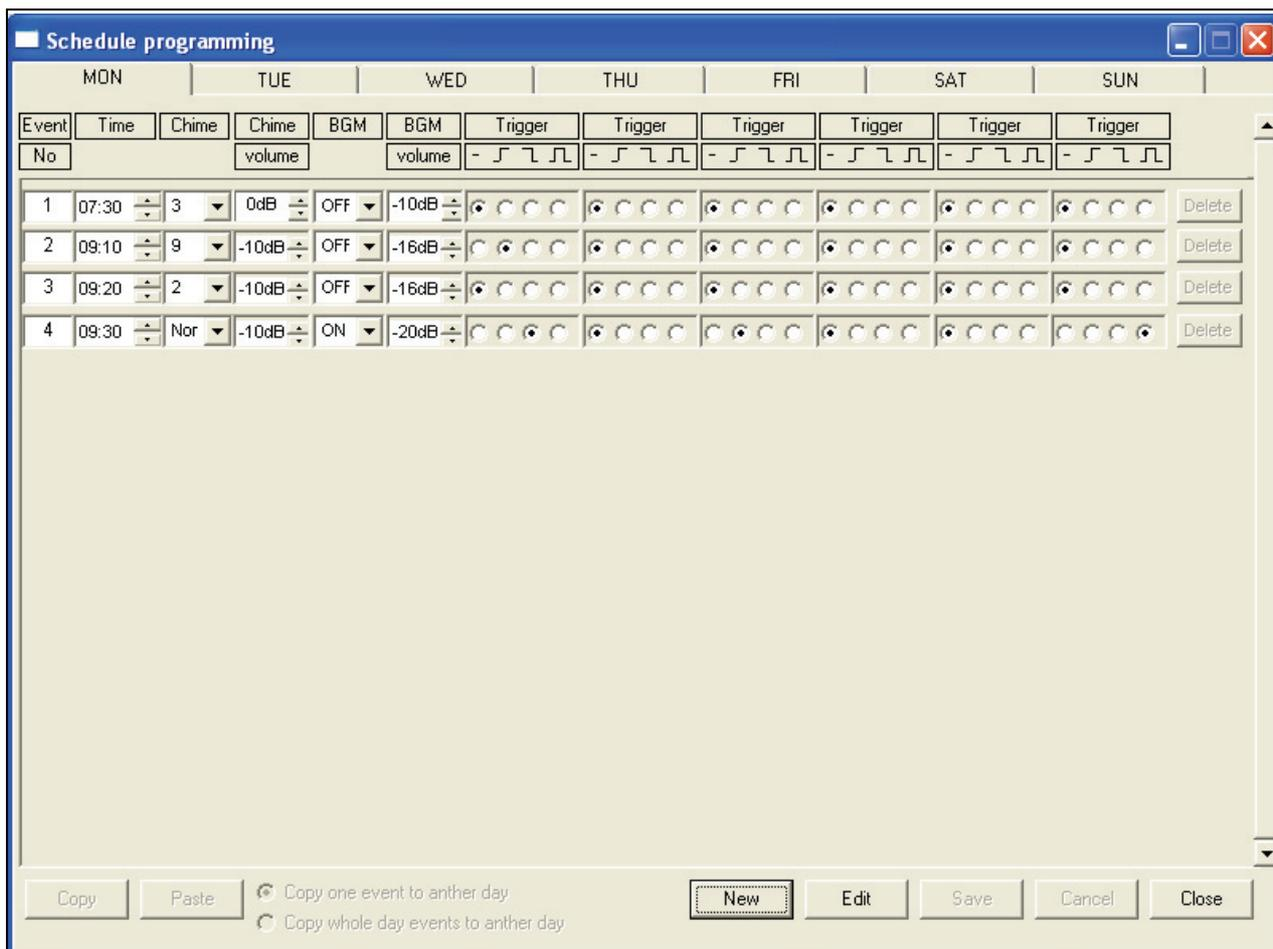

figure 8.15: Fenêtre Schedule programming
- affectés de propriétés individuelles comme leur heure de déroulement et le type de carillon ou de déclencheur requis (voir figure 8.15).
- 2 Sélectionnez le fichier de configuration que vous voulez ouvrir puis cliquez sur Open. La configuration est chargée et s'affiche dans la fenêtre Schedule programming (voir figure 8.15).